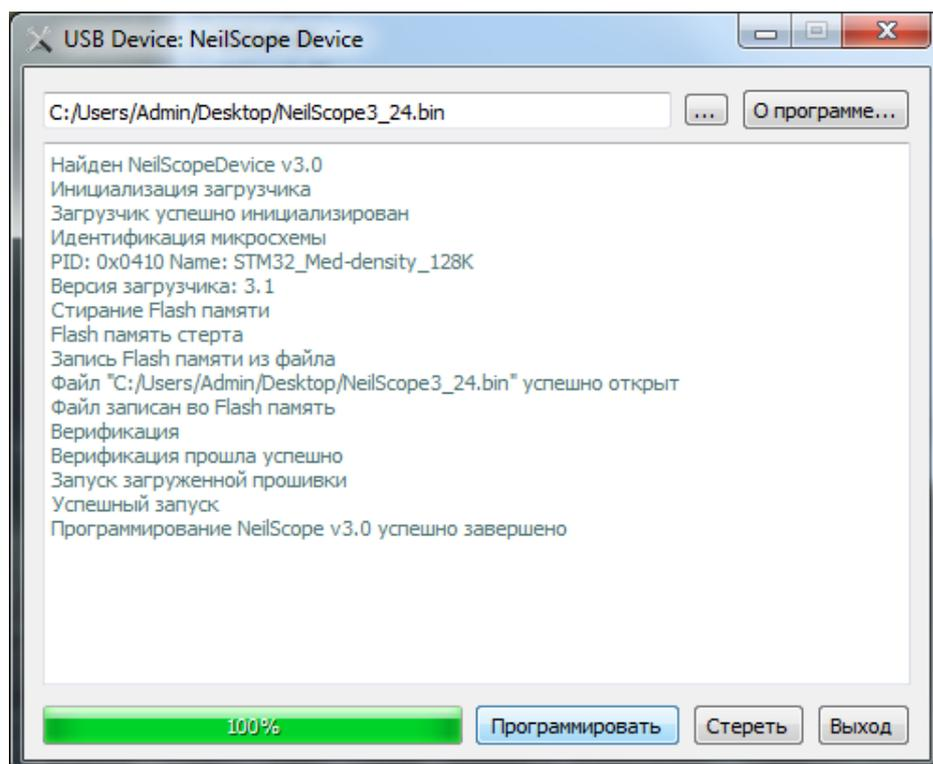

Рис.17 Работа программы NSFlashLoader2
22. Скачайте и запустите программу NSFlashLoader2 (Рис.17). Нажатием кнопки «...» выберите соответствующий файл прошивки, предварительно скачанный из шапки форума. Нажмите кнопку «Программировать». Процесс загрузки прошивки отображается в окне программы.